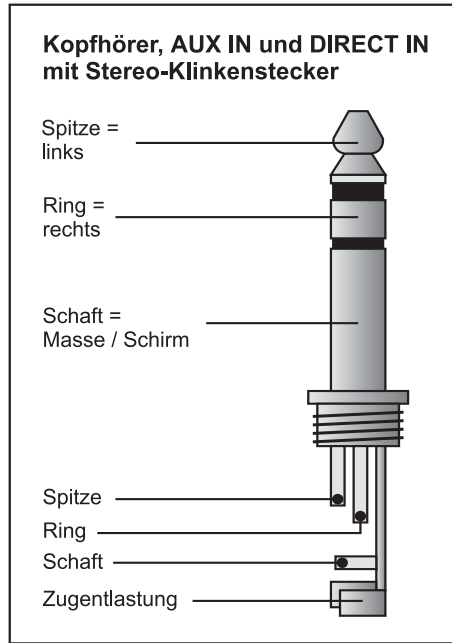

Abb. 3.2: Verkabelung der Kopfhörer-, AUX IN- und DIRECT IN-Anschlüsse
- 1 Die **DIRECT IN**-Buchse dient zur Einspielung von externen Signalquellen. Bei Nutzung des **DIRECT IN**-Eingangs wird das rückseitig eingespeiste **MAIN**-Signal automatisch unterbrochen (vgl. Abb. 3.2).
- 5 Über den **AUX IN**-Eingang kann zum **MAIN**- bzw. **DIRECT IN**-Signal ein weiteres Eingangssignal zugemischt werden (vgl. Abb. 3.2).
Bitte beachten Sie, dass die AUX-Eingänge in stereo ausgeführt sind. Für das Einspielen eines Stereosignals benötigen Sie daher einen Stereoklinkenstecker, dessen Beschaltung Sie der Abbildung 3.2 in Kapitel 3.3 entnehmen können. Falls Sie einen Monoklinkenstecker verwenden, empfiehlt es sich, den MONO-Schalter zu betätigen, um eine Signalverteilung auf beide Kopfhörerhälften zu erreichen.